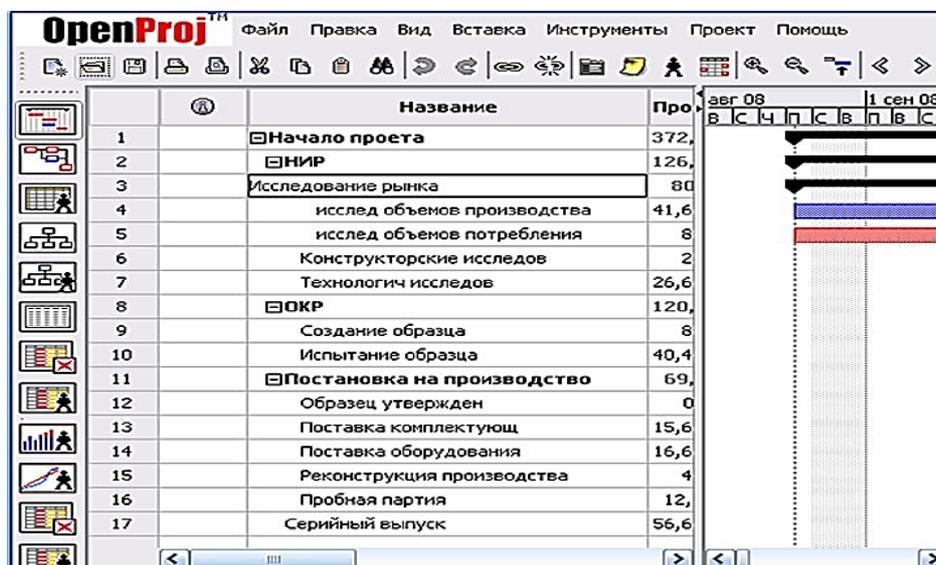

Рис. 3.3 — Иерархическая структура работ в представлении Gantt
2) Выровнять работы по левому краю (*стрелки в строке Меню*), декомпозируя на составные работы (более левовыровненные) и дочерние (сдвинутые вправо) работы проекта (рис. 3.3).